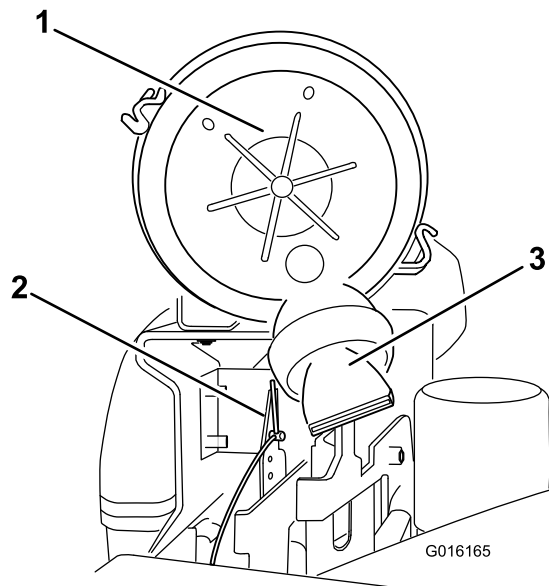

Figura 50
4. Coloque la tapa del limpiador de aire de manera que la válvula de alivio no interfiera con el mecanismo del acelerador (Figura 50).